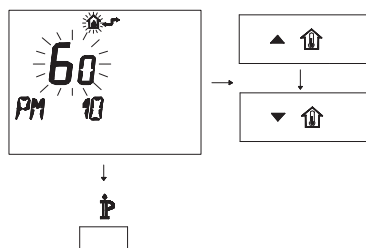

Figura 5.68
- Per modificare il SET programmato agire sui pulsanti  o  e aspettare che il numero programmato cominci a lampeggiare (Figura 5.68).